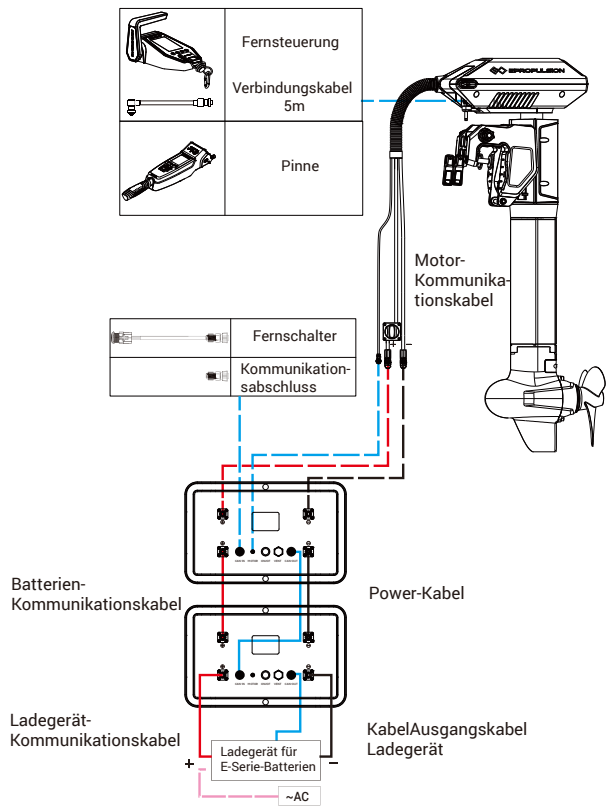

Abb.4-2
-  Für genauere Batterie-Daten werden Verbindungskabel für Kommunikationszwecke empfohlen. Abb. 4-2